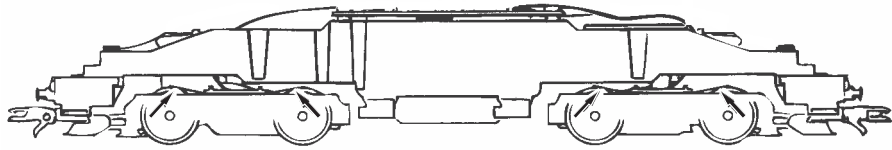

Fig. 6
3. Haftreifenwechsel: Zuerst den Getriebedeckel abnehmen. Danach den **Radsatz** herausnehmen und die **Haftreifen** mit einer Nadel od. mit einem feinen Schraubendreher abziehen (Fig. 6). Beim Aufziehen der neuen Haftreifen darauf achten, dass diese sich nicht verdrehen.
3. Change of traction tyre: Remove the gear cover. Take out **wheel set** and remove **traction tyre** using a pin or a fine screwdriver (fig. 6). When pressing on the new traction tyre please **avoid twisting it**.
1. Nettoyage des lames de courant aux roues: Les lames de contacts risquent de s'encrasser rapidement sur des voies poussiéreuses. Veuillez **enlever la poussière** aux endroits marqués à la fig. 6 à l'aide d'un petit pinceau souple.
3. Échange des bandages d'adhérence: Démontez d'abord **le couvercle du carter des engrenages** des engrenages. Délogez ensuite les essieux bandagés et enlevez, à l'aide d'une aiguille ou d'un tournevis fin, les bandages d'adhérence (fig. 6). Lors du montage des nouveaux bandages veuillez veiller à ce que les bandages **ne soient pas tordu**.